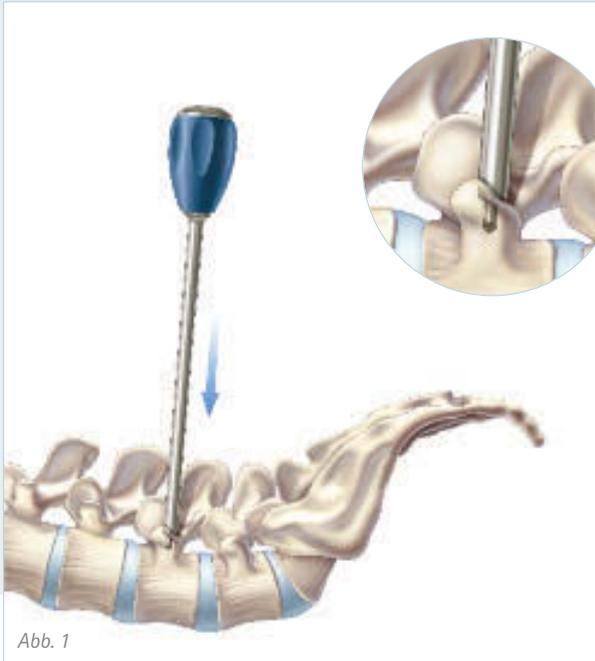

Abb. 1
- Nach Bestimmung des Schraubeneintrittspunktes am Pedikel wird mit dem Ankörner (FW190R) der Pedikelkanal eröffnet (Abb. 1).